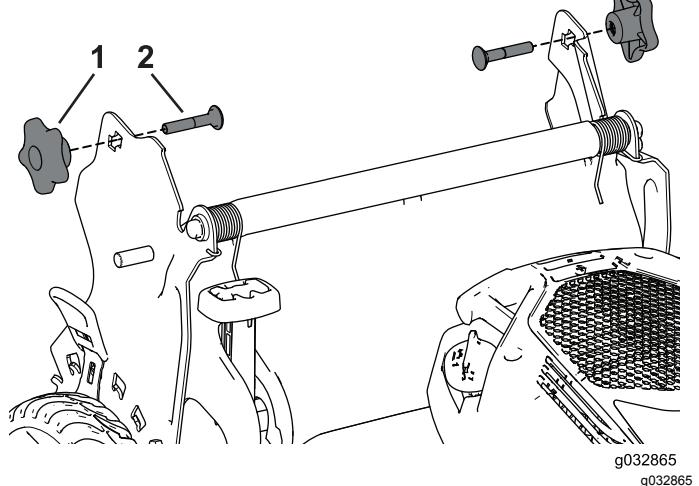

Figure 24
4. Insérez le boulon de carrosserie (la tête du boulon vers l'intérieur) dans le support du guidon et dans le trou supérieur à l'extrémité du guidon. Vérifiez que les bords carrée de chaque boulon de carrosserie s'engagent dans le trou carré supérieur ou inférieur du support de guidon correspondant (Figure 24).